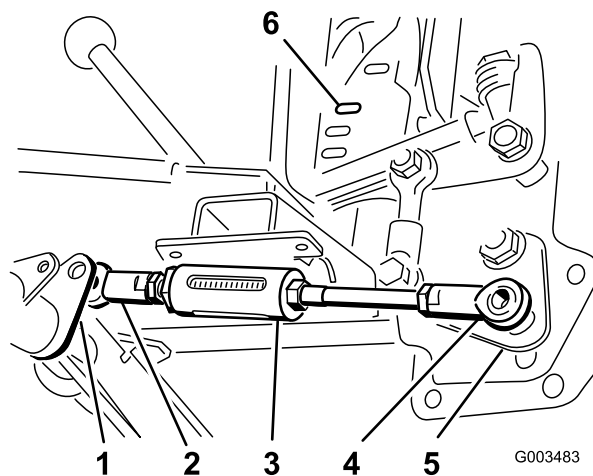

Рисунок 7
1. Поместите шаровую опору короткого конца регулируемой тяги справа от рычага регулируемой тяги на шарнирной трубе (Рисунок 7).
3. Поместите шаровую опору на длинном конце узла регулируемой тяги на шпильку на нижней стороне узла рукоятки подъема и свободно закрепите ее контргайкой (1/2 дюйма) Рисунок 7).